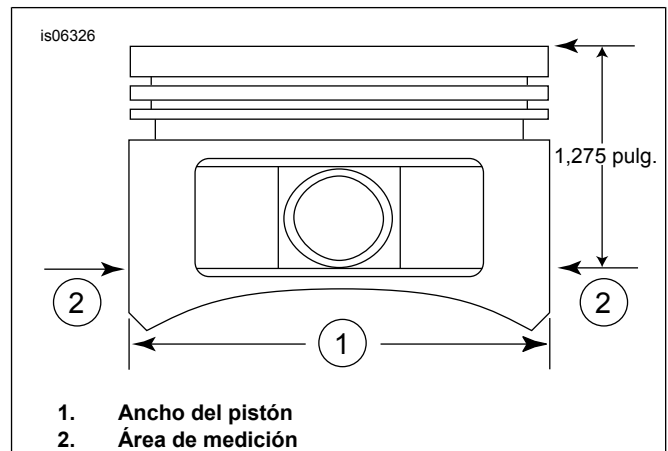

Figura 2. Medidas del pistón
5. Consulte la Figura 2. Mida el ancho del pistón (1), a 90 grados en sentido horizontal desde ambos lados del agujero del pasador del pistón y a 32 mm (1.275 in) hacia abajo desde la superficie superior del pistón (2). Vea la Tabla 11 para saber cuál es el ajuste del pistón al cilindro en esta ubicación.